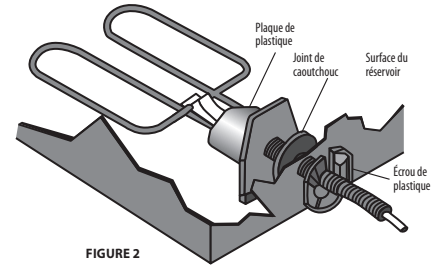

FIGURE 2
5. Placez le dégivreur à l'intérieur du réservoir. Laissez-le se poser au fond du réservoir. Le joint de caoutchouc devrait pouvoir être placé entre la surface intérieure du réservoir et la plaque de plastique du boîtier du réchauffeur (Voir la figure 2).
9. Serrez l'écrou sur la tige fileté du boîtier du réchauffeur et contre la surface extérieure du réservoir. Placez l'écrou pour que l'anneau surélevé s'insère complètement dans le trou de drainage du réservoir (voir les figures 2). Cela n'est nécessaire que si vous avez déterminé que cet anneau est d'un diamètre plus petit que l'ouverture de drainage de votre réservoir, comme vérifié lors de l'étape 2. Cela permettra de stabiliser votre dégivreur.